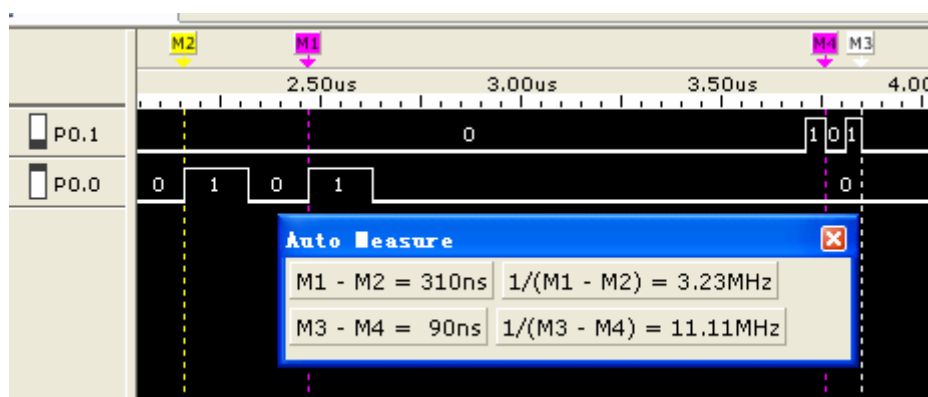

图 4.6 高速 GPIO 与低速 GPIO 的比较结果 1
- 上述程序运行后,逻辑分析仪采集的波形如图 4.6所示,在Fpclk等于Fcclk的条件下,高速GPIO的P0.1 输出频率是低速GPIO P0.0 的 3.5 倍;